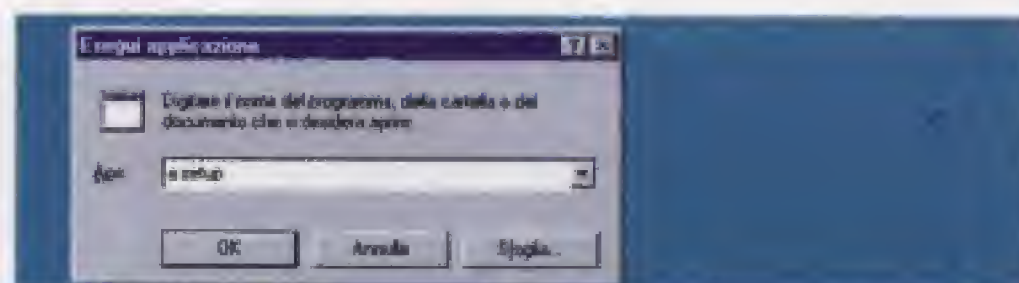

Fig.1 Per installare il programma utilizzate il comando **Esegui** nel menu **Avvio**.
Nel kit sono compresi il circuito stampato, il transistor e i tre integrati completi di zoccolo, tutte le resistenze e i condensatori, la cicalina più il mobile plastico visibile in fig.1 L.38.000
- Nella casella **Apri** (vedi fig.1) digitate: